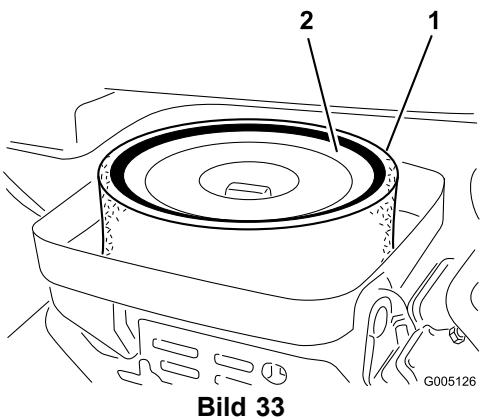

Bild 33
- Nehmen Sie einen verschmutzten Schaumeinsatz vorsichtig vom Papiereinsatz ab (Bild 33). Reinigen Sie ihn gründlich wie folgt: